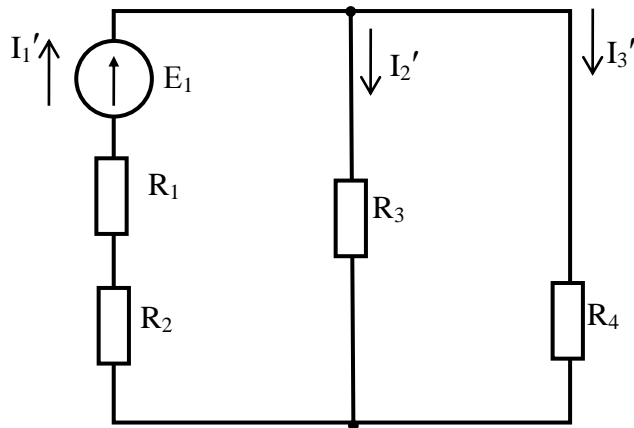

Рисунок 6.5 – Схема 1 для определения частичных токов
- 2) Исключаются все ЭДС, кроме E_1 , вся остальная часть цепи остается без изменений (рисунок 6.5)